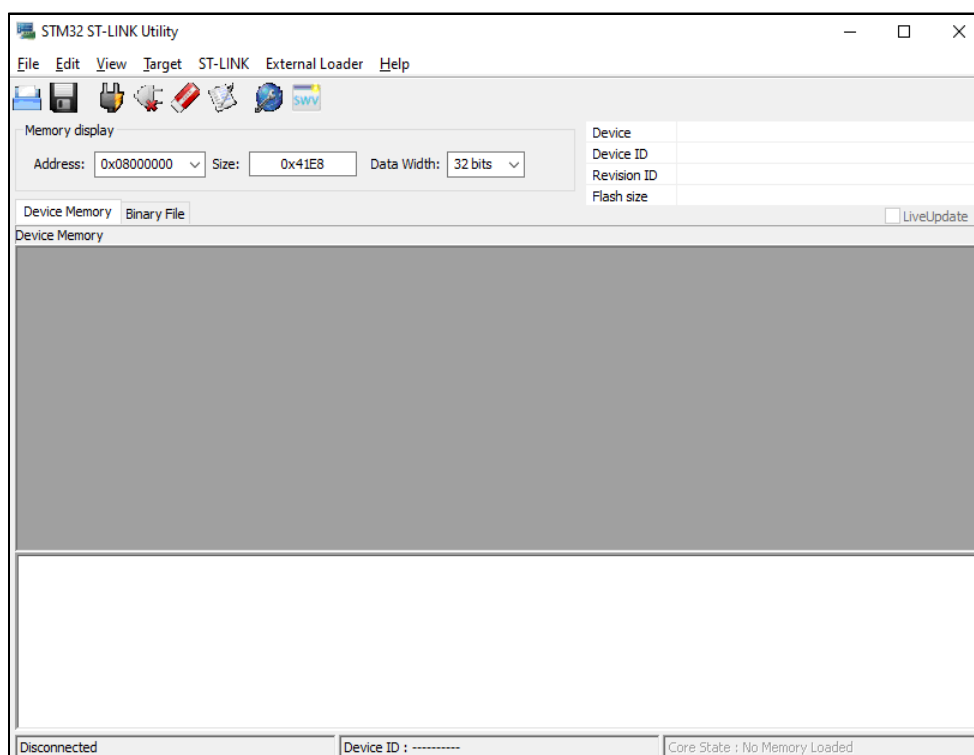

Рисунок 2
4) Запустить на ПК программу «STM32 ST-LINK Utility», см. Рисунок 2.